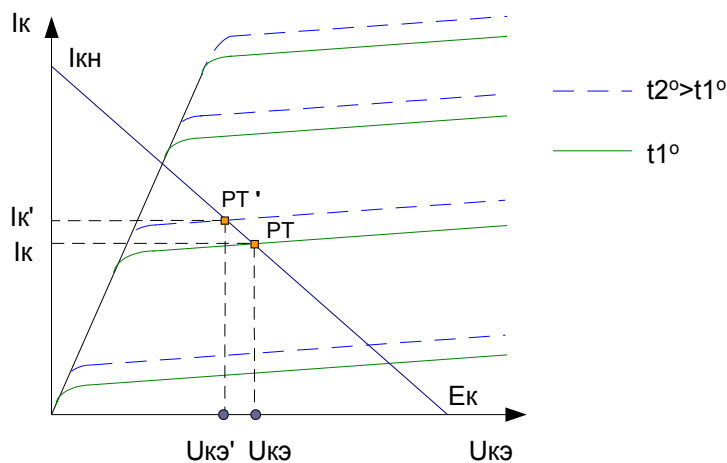

Рис. 88
**1) Температурное свойство транзисторов.** Диапазон рабочих температур транзистора определяется температурными свойствами р-п перехода. При его нагревании от комнатной температуры (25 °С) до 65 °С сопротивление базы и закрытого коллекторного перехода уменьшается на 15 – 20 %. Особенно сильно нагревание влияет на обратный ток коллектора  $I_{кб0}$ . Он увеличивается в два раза при увеличении на каждые 10°С. Всё это влияет на характеристики транзистора и положение рабочей точки (смотрите Рис. 88).